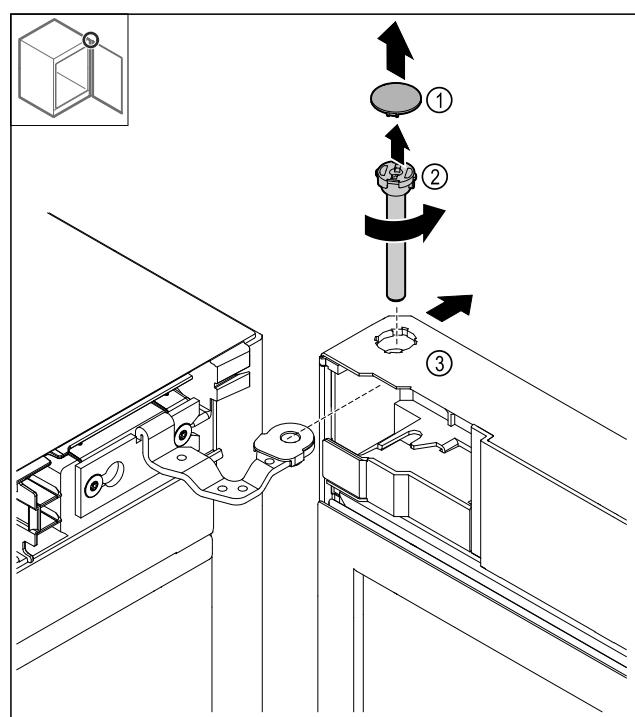

Fig. 13
► Abdeckung *Fig. 13 (1)* abnehmen.
► Bolzen *Fig. 13 (2)* gegen den Uhrzeigersinn lösen und herausziehen.
► Tür *Fig. 13 (3)* leicht kippen.